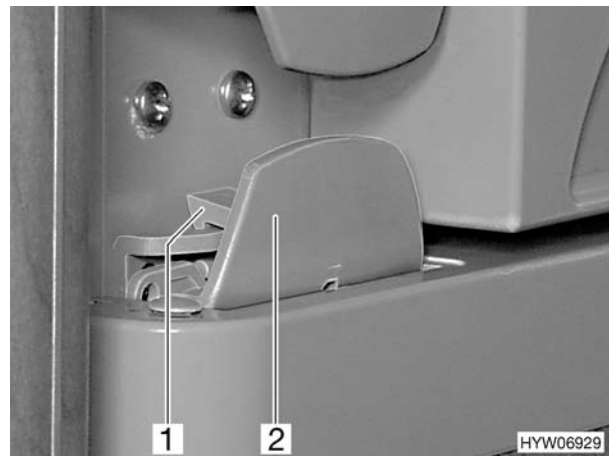

Bild 145 Verriegelung der Kühlschranktür, geschlossen
- Kühlschranktür am Griff (Bild 145,2) öffnen. Die Verriegelung (Bild 145,1) wird automatisch gelöst.